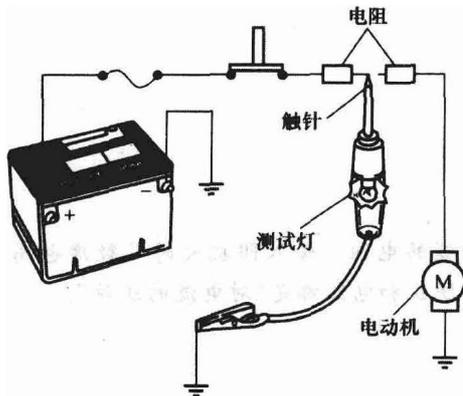

图 1-4 用于测电压的测试灯
(1)使用测试灯测电压 测试灯为带有一对导线的 12 V 灯泡。其中一根导线接地后,再将另一根导线同电路上任何一个应有电压的点连接。若灯泡亮,说明被测试点上有电压(见图 1-4)。